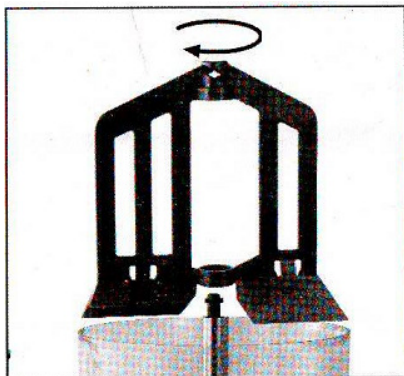

Рис.1
2. Снимите мешалку с вала, повернув ее по часовой стрелке (рис.1).